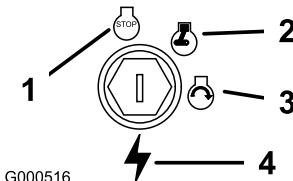

Figure 10
3. Tournez la clé de contact en position contact coupé (Figure 10).